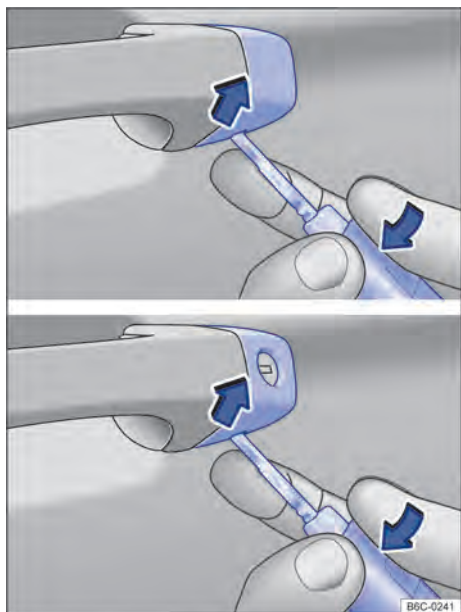

Fig. 55 Manilla la puerta del conductor: desacoplar la caperuza.
- Levantar la caperuza con la llave del vehículo en el sentido de la flecha → fig. 55.